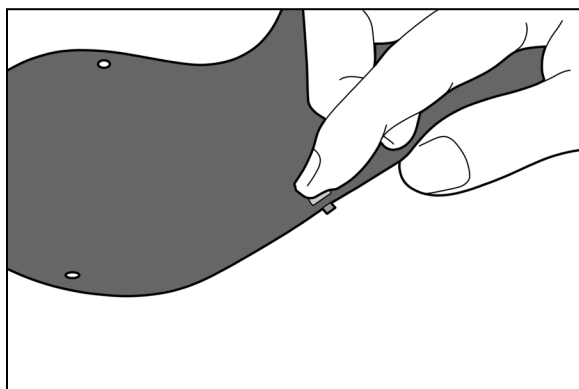

Fig. 3
Plasser (1) M3 PHS gjennom hullet med skruhodet på innsiden. Hold hodet på skruen på plass med puten på fingeren. (Fig. 3).